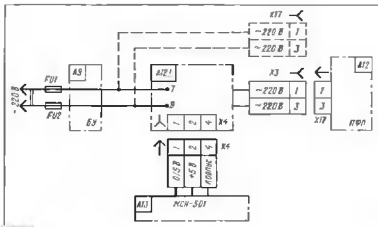

Рис. 2
3. Далее вносятся изменения в цепь питания телевизора. Разместите блок питания дежурного режима БГД-45 (А12.1) на дне корпуса телевизора рядом с платой фильтра питания ПФП (А12). С кабелей, который соединяет блок управления БУ (А9) с ПФП, снимите соединитель Х17 и освободившиеся концы припаяйте к контактам 7 и 9 на вертикальной плате БГД по схеме на рис. 2. Разместите модуль МСН на столе рядом с телевизором и подключите его соединитель Х4 в розетку Х4 БГД.
Включите соединитель Х3 БГД в розетку Х17 ПФП и проверьте схему соединений, которая должна соответствовать рис. 2. При подключении антенны после нажатия кнопки "Р" должно появиться изображение одним из программ. Если это не получается, ищите неисправность в цепях от сетевой линии до модуля питания А4.